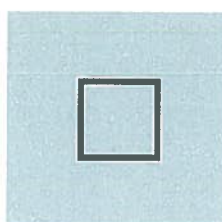

Fig. 7.2.
- conturul simbolului este compus din două părți ce reprezintă cei doi poli ai întreruptorului. Colorarea dinamică a fiecărei părți a se face în funcție de prezența / absența tensiunii, starea „*necunoscută*”, respectiv de starea „*legat la pământ*” a întreruptorului pe polul respectiv. Excepție făcând cazul în care tensiunea este prezentă pe unul din polii întreruptorului, celălalt pol (indiferent de starea rețelei până în acest pol) va fi reprezentat ca energizat. Fig. 7.2.